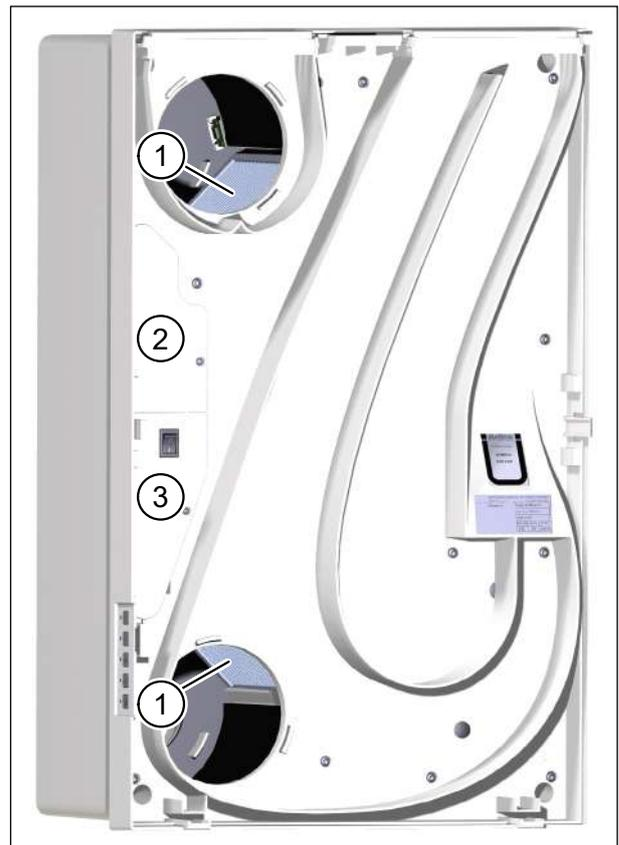

Abb. 15: Wärmeübertrager auf Verunreinigungen prüfen
- Kontrollieren Sie den Wärmeübertrager (Pos. 1 in Abb. 15) durch Sichtprüfung auf Verunreinigungen.
- Entfernen Sie auf keinen Fall die obere (Pos. 2 in Abb. 15) oder untere (Pos. 3 in Abb. 15) Elektronikabdeckung.